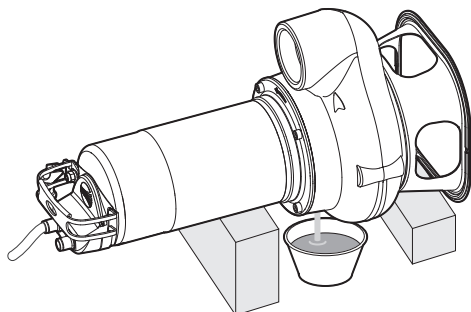

Abb. 9.2
- Die Pumpe um 180 Grad drehen, um das Öl in einen Auffangbehälter ablaufen zu lassen (Abb. 9.2).